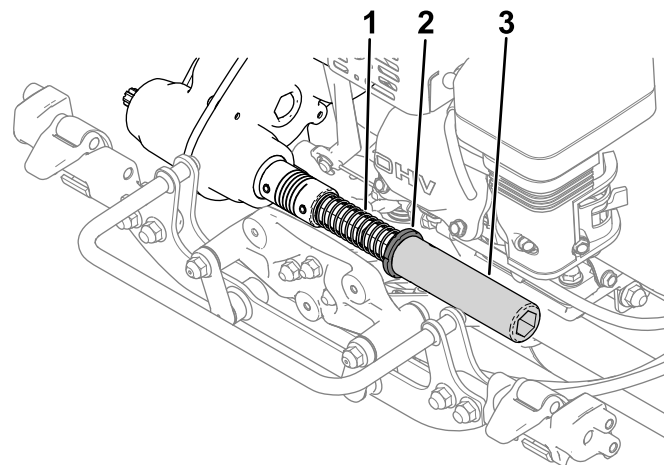

図 3
2. トランスミッションカプラーシャフト(図3)にスプリング、カラー、六角チューブを取り付ける。